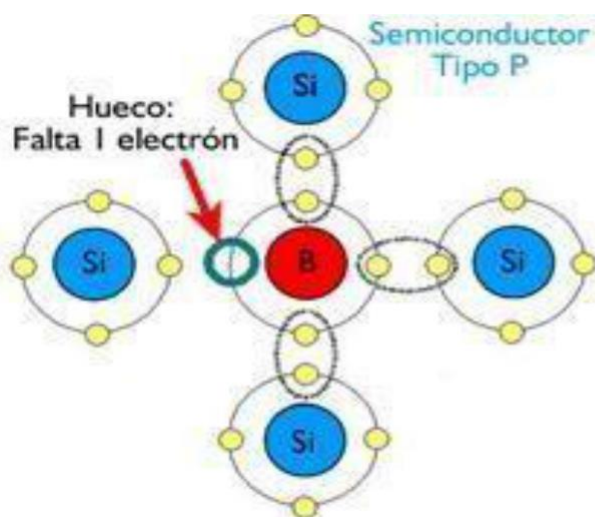

Figura 2. Semiconductores tipo P. Fuente: Recuperado de <https://mariecuriesnews.wordpress.com/tag/semiconductor-tipo-p/>
En los semiconductores de tipo P conocida como donador o aceptador de electrones predominan los huecos conocidos como lagunas tal como se observa en la figura 2, están dispuestos por su ubicación por tres electrones de valencia como dopantes, tal como se da con el Boro (B), debido a que este átomo no aportan cuatro electrones para establecer los cuatro enlaces covalentes en la red cristalina, originando así los huecos o lagunas para aceptar el paso de la de los electrones que no pertenecen a la red cristalina.